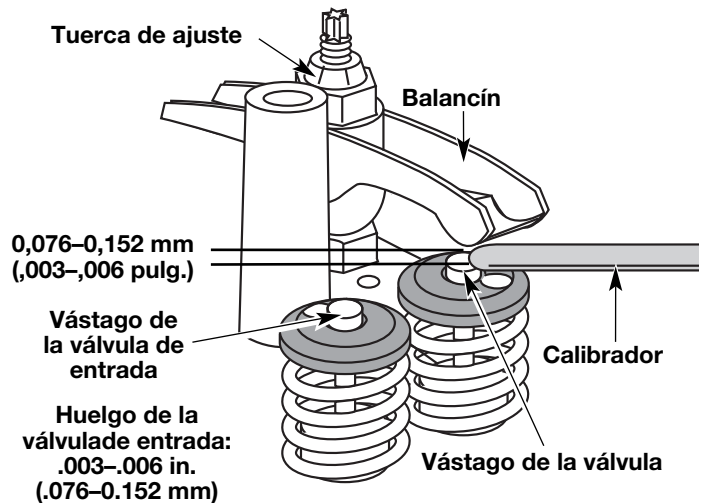

Fig. 28
- a. Gire la tuerca de ajuste con una llave de 8 mm (5/16 pulgadas) o una guía de tuercas (Fig. 28).